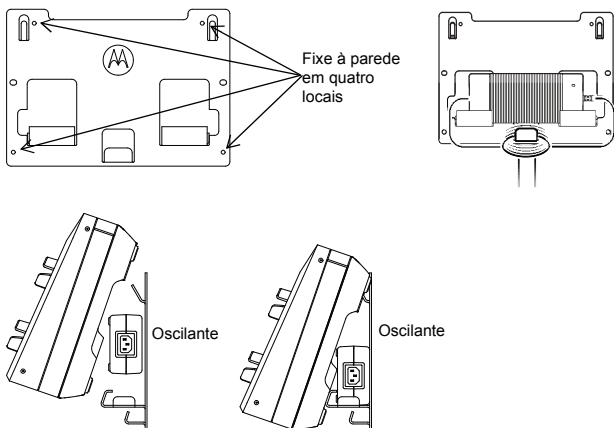

Figura 4: Instalar o Carregador de Várias Unidades no Suporte de Parede
4. Pendure o Carregador de Várias Unidades no suporte de parede como indicado na Figura 4.